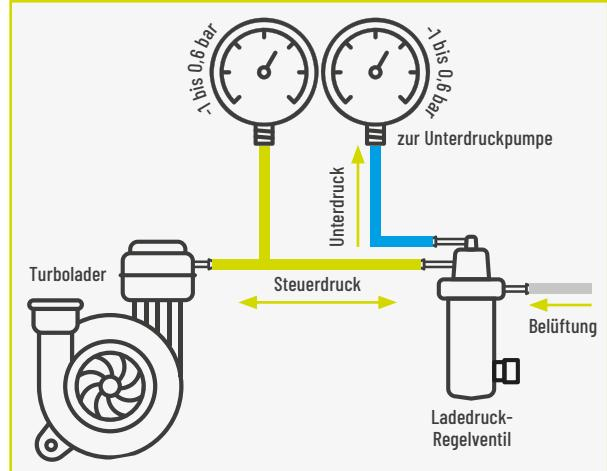

Abbildung 1: Anschluss des Diagnosetools zur Prüfung des Regeldruck am Ladedruckventil und der Regeldose
- 1 Die Schläuche und Manometer zwischen Turbolader und Ladedruckregelventil anschließen. (siehe Abb. 1)